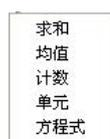

图 3-61 公式子菜单
(1) 通过在表格单元格内单击, 选择要放置公式的表格单元格。
(2) 单击鼠标右键, 单击“插入点”→“公式”选项, 弹出子菜单, 如图 3-61 所示。
(3) 选择一种公式, 将显示以下提示: